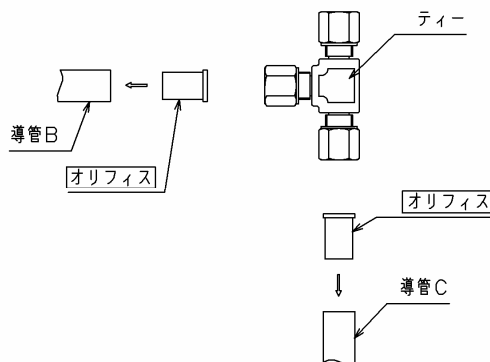

図 8
※2 ティー③③と導管B③⑤、導管C③⑥との間にオリフィスがそれぞれ装着されます。図8を参照のうえ取り付けてください。